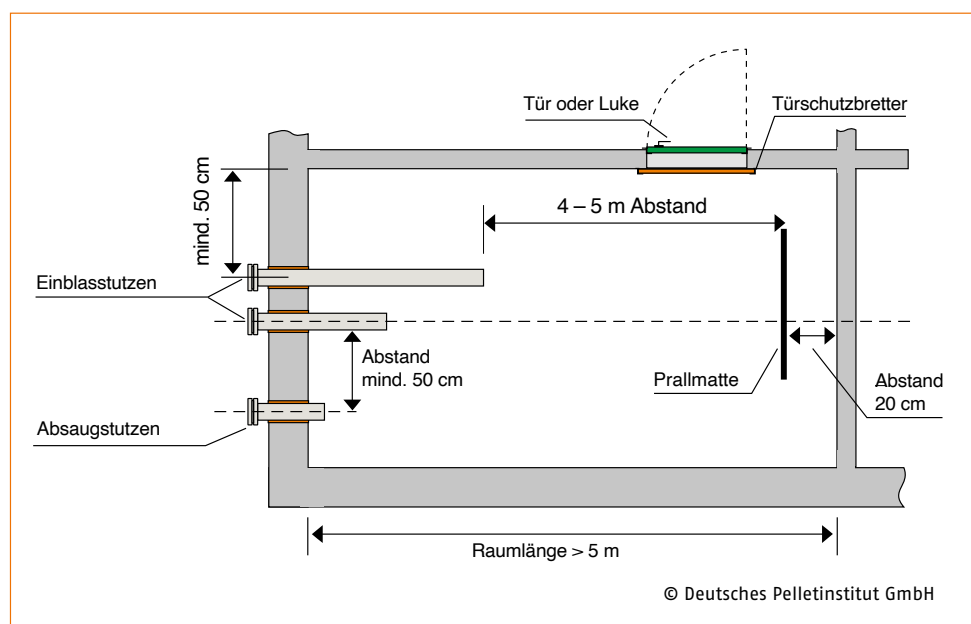

Abb. 28: Ausführungsbeispiel für lange Lagerräume (Draufsicht)
- Die Prallmatte ist in einem Abstand von 20 – 50 cm von der Rückwand an der Decke zu befestigen (s. Abb. 28).